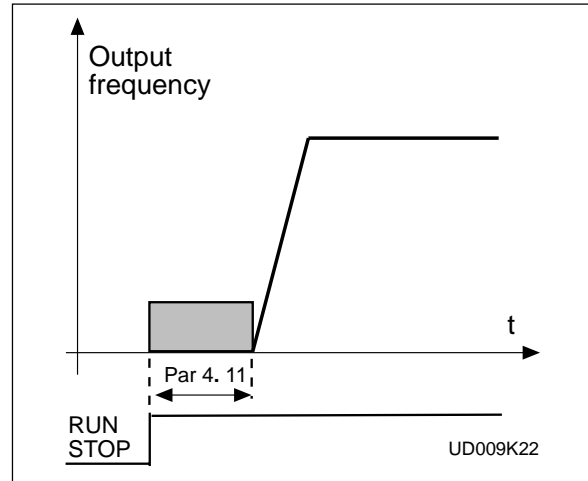

Figura 3.5-25 Tempo di frenatura in CC all'Avvio.
- >0 Freno in CC attivo quando viene dato il comando di Avvio. Questo parametro definisce il tempo di rilascio del freno. Dopo il rilascio del freno la frequenza di uscita aumenta seguendo il parametro della funzione Avvio 4.6 e i parametri di accelerazione (1.3, 4.1 o 4.2, 4.3), si veda figura 3.5-25.